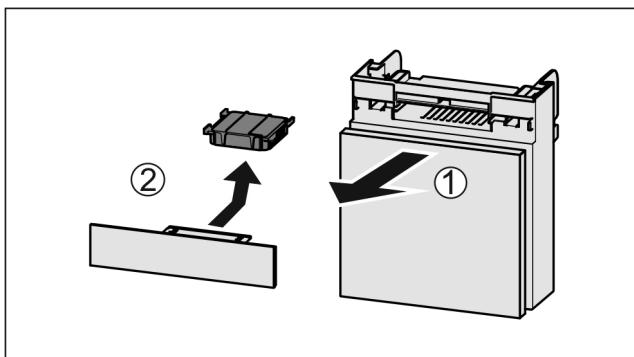

Fig. 96
- Издърпайте Fig. 96 (1) напред отделението.
- Извадете Fig. 96 (2) филтъра с активен въглен.